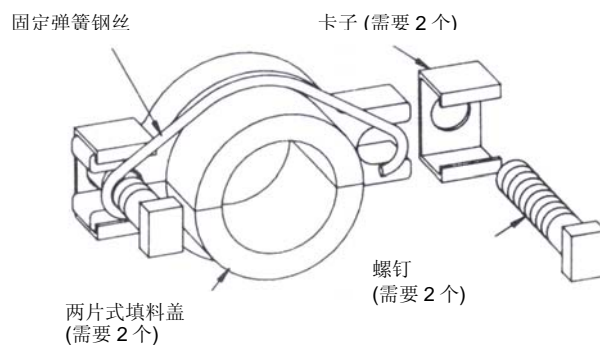

图 14
**注意:** 泵可能会装有两片式填料盖，它允许填料盖现场安装在转子适当的位置。见图 14。